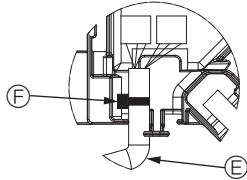

Fig. 10-10
- Plaats het bevestigingsbandje waarmee de bedrading van de waaiermotor van het paneel wordt vastgezet in de schakeldoos zoals aangegeven in de tekening. (Fig. 10-10)